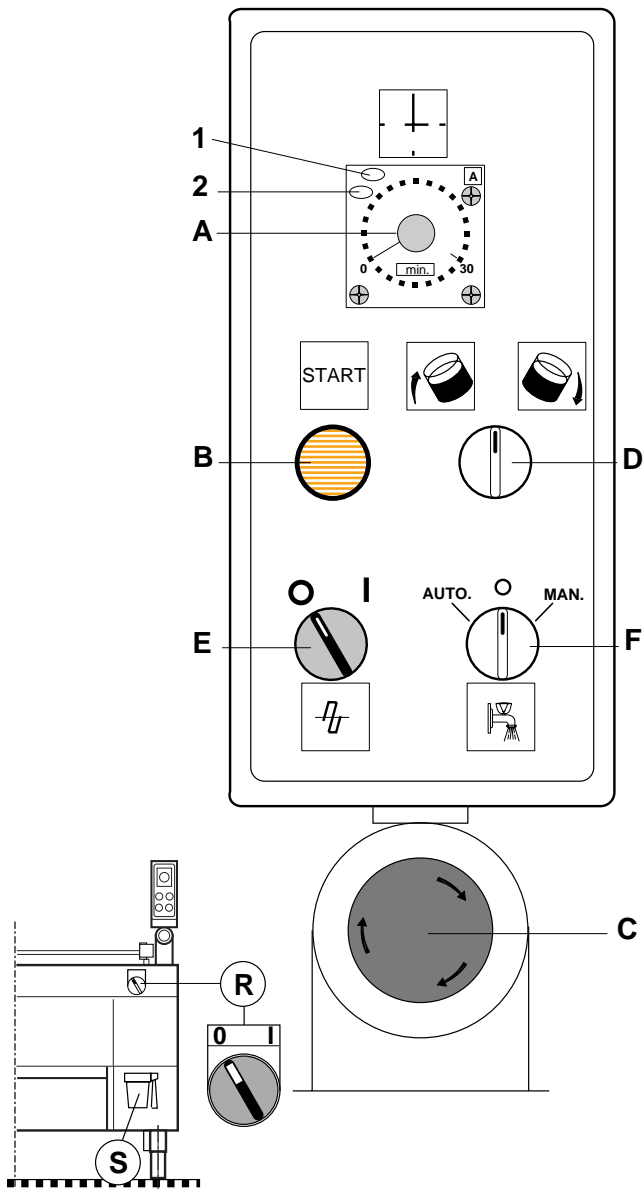

Fig.3
- Aprire il pannello laterale destro della scatola controllo comandi (fig. 3)